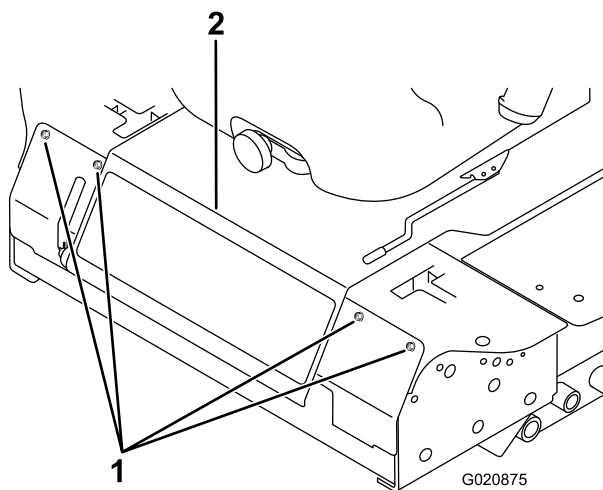

図 50
2. 前パネルを止めているボルトを外して前パネルを外す(図 50)。